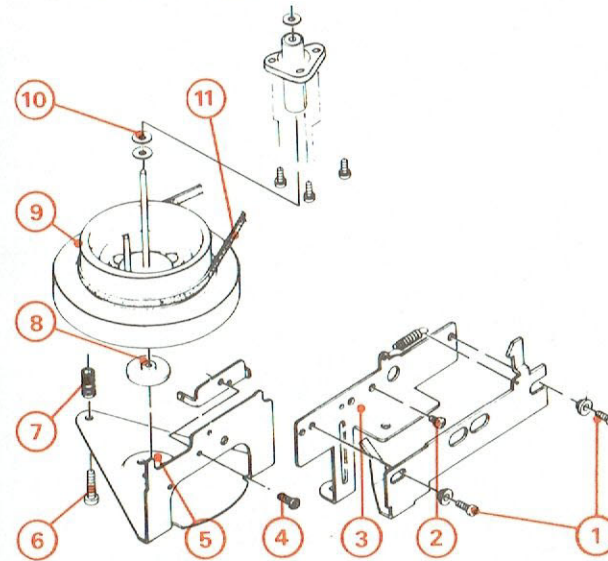

Fig. 7
b) Volant (Fig. 7)
- 3° - Retirer les vis et entretoise épaulée (1) et (2).
- 4° - Retirer l'ensemble support coulisseau de verrouillage (3) du volet porte-cassettes.
- 5° - Décrocher le ressort de rappel cliquet de l'arrêt automatique (50) (voir vue éclatée planche A page 30).
- 6° - Retirer la vis (4), la vis (6) et le ressort (7), et enlever le support-volant (5) ainsi que la butée plastique (8) du palier inférieur.
- 7° - Dégager la courroie (11).
- 8° - Tirer le volant (9) en prenant soin de ne pas perdre la rondelle (10).